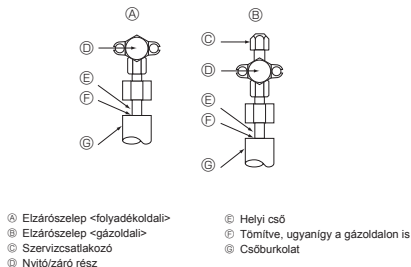

Fig. 5-4
5.4. A hűtőközegcső tömítettségének ellenőrzési módja (Fig. 5-4)